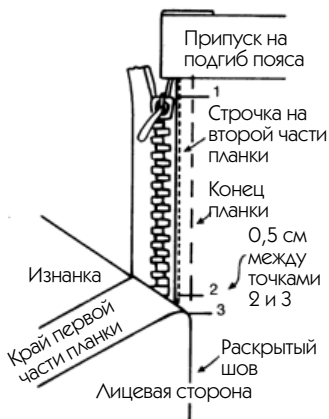

Рис. 279
2. Длина разреза равна длине молнии плюс 0,5 см поверху (точка 1, рис. 279), плюс 0,5 см вниз от нижнего ограничителя (точки 2 и 3).